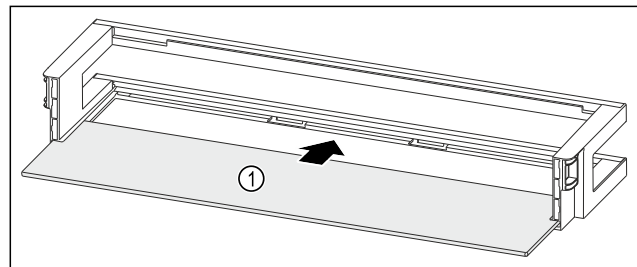

Fig. 50 Balconnet de contre-porte avec tablette de rangement
- ▶ Insérer la tablette de rangement Fig. 50 (1) dans les évidements latéraux.